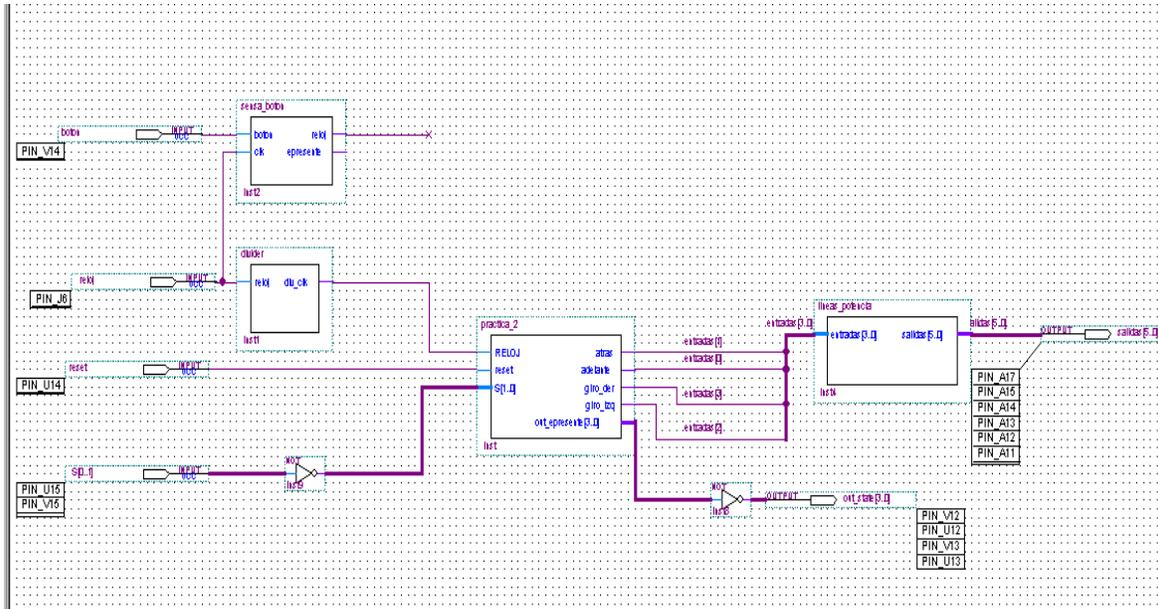

Figura 5. Máquina de estados para evadir obstáculos para ser conectado a la etapa de potencia.
3.- Conecte la etapa de potencia con las salidas de la máquina de estados como se muestra en la figura 5 y pruebe el algoritmo que evade los obstáculos. En la figura 5 se muestra que las salidas de la máquina de estado, atrás, adelante, giro\_der y giro\_iz, se conectan a un módulo el cual genera las líneas que controlan la etapa de potencia, diseñe este módulo.